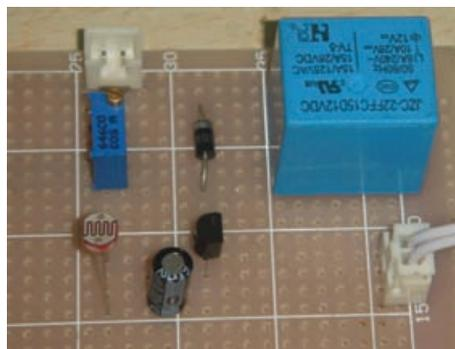
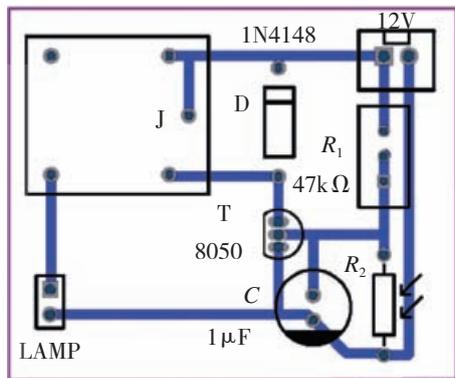
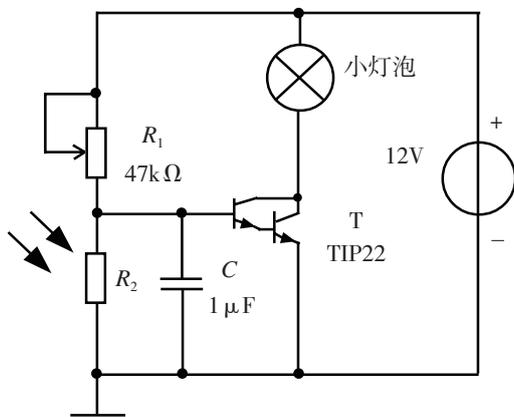
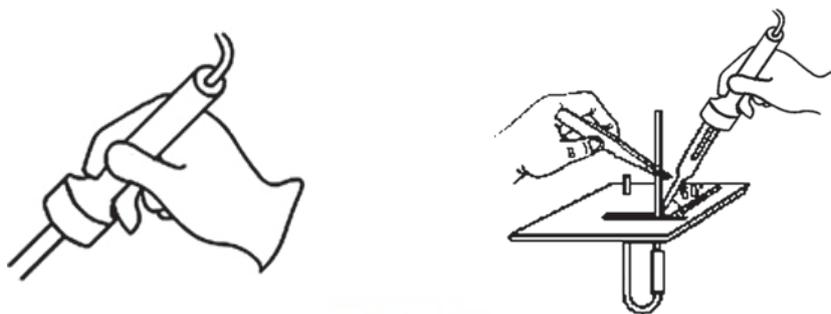

图4-27 电路板安装图
图4-28 电路板焊接图
图4-29 无继电器的光控路灯电路
图4-30 电烙铁焊接
图4-27是 $50mm \times 45mm$ 的光控路灯电路的电路板安装图，图4-28是电路板焊接图。制作前要对照元器件图识别和检查所用元器件，三极管的管脚要辨认清楚。要对照图4-28、图4-29和图4-30进行元器件的安装。焊接前做好元器件引线的处理工作，焊接时可先焊二极管和可变电阻器，再焊三极管和继电器，最后连接光敏电阻器和电源线。
采用电磁继电器控制的光控路灯电路既可应用于直流供电，也可应用于220V的交流供电。若路灯采用直流供电，控制电路还可采用图4-29所示无继电器光控路灯电路。但由于小灯泡通过的电流较大，采用达林顿型三极管（如TIP122，它实质是用三极管级联的方式实现大电流输出）。若用发光二极管替换小灯泡，则使用普通三极管即可。
1. 小功率电烙铁的握法和握笔手型一致，如图4-30。